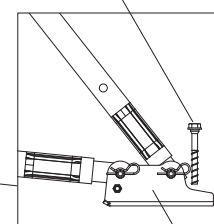

Fig. B3.04
2. Monter la platine de pied (30) sur l'étau de réglage et la contre-flèche. (Fig. B3.04)
3. Fixer la platine de pied sur un support stable, par ex. à l'aide d'une vis d'ancrage PERI 14/20x130, réf. 124777 (30.1). Respecter la fiche technique ! (Fig. B3.04)
4. Fixer les étais de réglage sur la platine de pied à l'aide d'une broche et sécuriser l'axe à l'aide d'une goupille de sécurité (27.4). (Fig. B3.04)